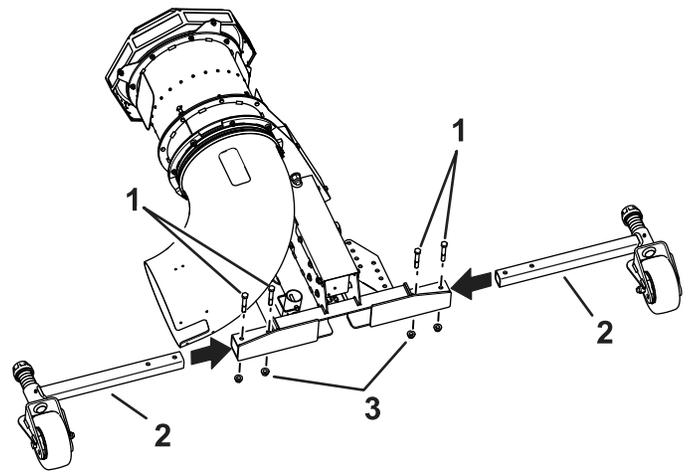

Figura 4
5. Instale las ruedas giratorias en la máquina con 4 pernos ( $\frac{1}{2}$ " x  $3\frac{1}{2}$ " ) y 4 contratueras con arandela prensada ( $\frac{1}{2}$ " ); consulte la Figura 4.